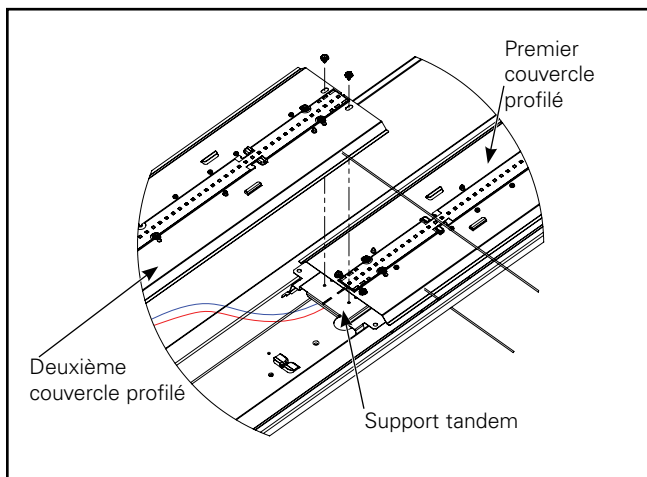

Figure 24.
- Poussez les fils à l'intérieur et installez le deuxième couvercle profilé au support tandem au centre avec deux (2) vis autotaraudeuses comme montré à la Figure 24 et l'autre extrémité fixée au support d'extrémité de rénovation (consultez l'étape 3).